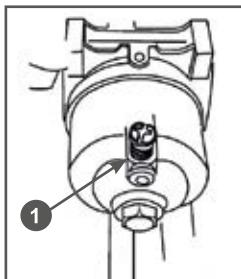

Рис. 14 Слив топлива из карбюратора
- Слейте топливо из топливного бака и карбюратора (Рис. 14). Поместите под карбюратор подходящую емкость, открутите на карбюраторе винт 1 на 2-3 оборота и слейте топливо (Рис. 14).